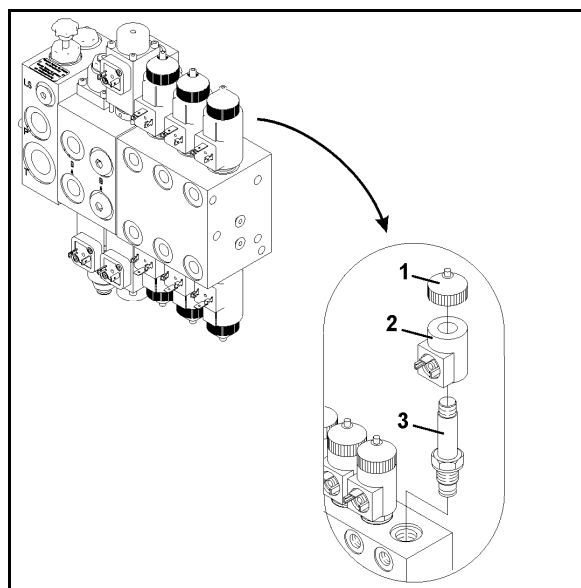

Fig. 99
1. Desenroscar la tapa del imán (Fig. 99/1)
2. Retirar la bobina magnética (Fig. 99/2)
3. Extraer la barra de válvula (Fig. 99/3) con los soportes de válvula y limpiarla con aire a presión o aceite hidráulico.